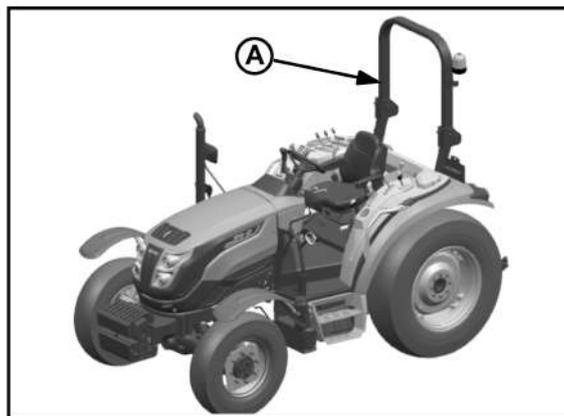

Fig 2.14
A estrutura de proteção (A) e o cinto de segurança são montados como equipamentos padrão na plataforma do trator no momento da montagem em fábrica. Se a estrutura de proteção for eliminada pelo comprador original ou tiver sido removida, recomendamos-lhe que equipe o seu trator com uma estrutura de proteção e um cinto de segurança. As estruturas de proteção são eficazes ao reduzirem as lesões em caso de capotamento, ver fig.2.14.